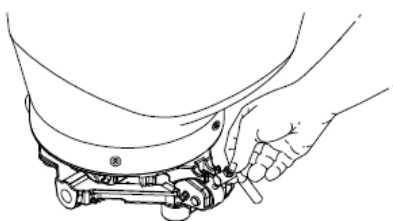

Figura 106
- Solte a presilha de fixação do bloco da semeadora (Figura 106);